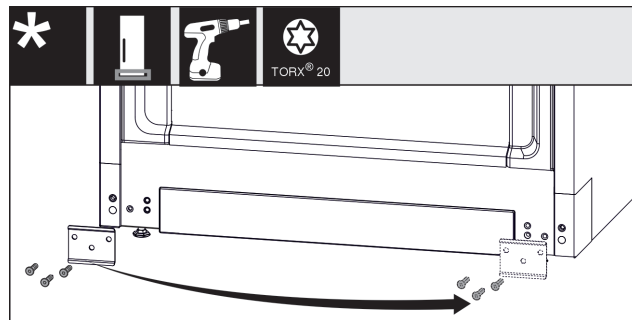

Fig. 12
- ▶ Odšroubujte plech, přesuňte jej na druhou stranu a přišroubujte jej zpět. Fig. 12 (1)